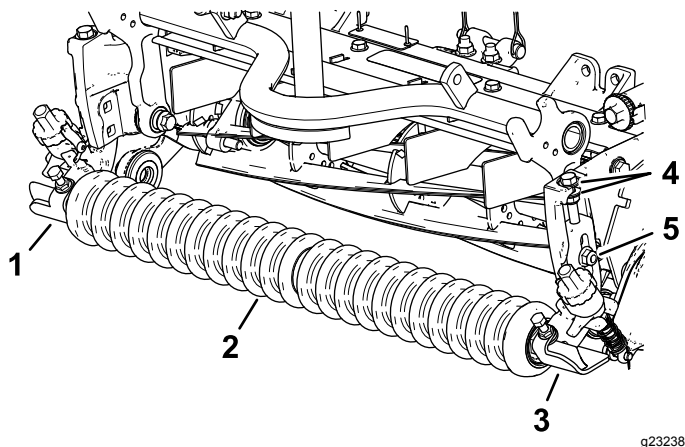

Figura 11
1. Instale sem apertar os conjuntos do suporte da altura de corte esquerdo e direito e o conjunto do rolo frontal nas placas laterais da unidade de corte utilizando os parafusos de carroçaria anteriormente retirados (Figura 11).